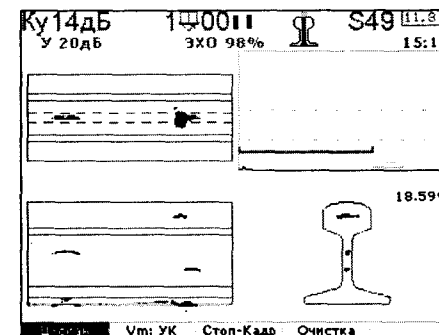

Рисунок 69
3.1 Нанести на поверхность сканирования рельса контактную смазку. Установить блок излучателей УК на поверхности сканирования направив микрофоны блока излучателей на микрофоны блока приемников и провести сканирование ПЭП выбранной поверхности рельса, соблюдая указания 1.4. При сканировании воздушный промежуток между микрофонами блоков излучателей и приемников должен оставаться свободным от посторонних предметов. Шаг сканирования не должен превышать 2 мм, при этом поверхность сканирования должна быть максимально охвачена следом от траектории сканирования. Особенно тщательно должны быть просканированы участки, где на развертке типа А наблюдаются сигналы от дефекта. При сканировании на проекциях профиля рельса появляются пятна в местах, где при прозвучивании регистрируются сигналы от дефекта (рисунок 69).